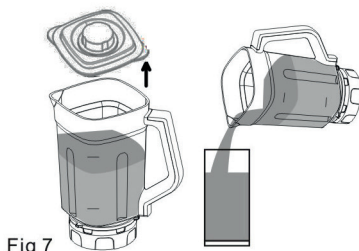

Fig 7
- Løft låget af og servér direkte fra blenderkanden (4). Fig. 7.